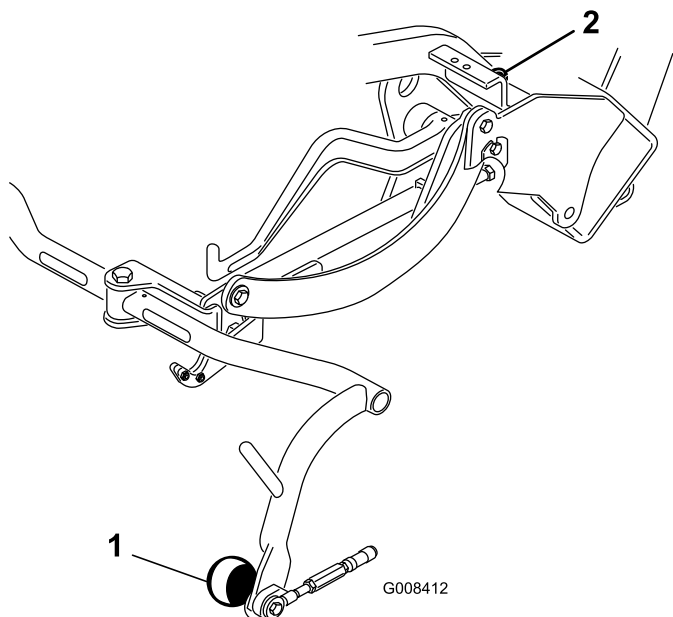

Figura 9
3. Se è necessario eseguire una regolazione, allentate il controdado sulla vite di arresto del telaio portante (Figura 9) e ruotate la vite verso l'alto o verso il basso per sollevare o abbassare il telaio. Dopo la regolazione serrate il controdado.